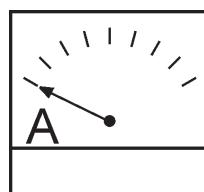

Figura 47.
8. El amperímetro (Figura 47) indicará cero amperios sin carga aplicada. Cuando la carga es aplicada, el amperímetro indicará la cantidad de corriente que la carga es extraída del generador.